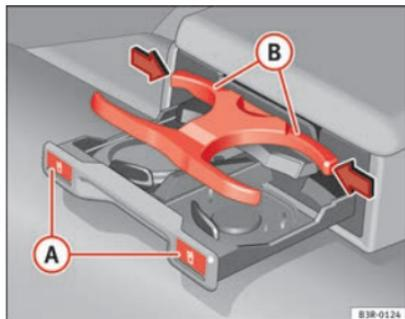

Fig. 121 Suporte de bebidas no apoio de braços traseiro
- Prima sobre o símbolo (A) ⇒ Fig. 121.